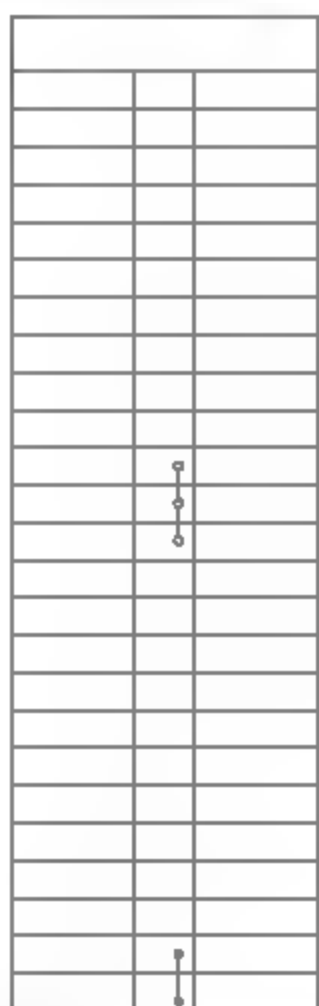

图10-47 绘制线路
**02** 调用L【直线】命令，绘制线路来连接端子，结果如图10-47所示。